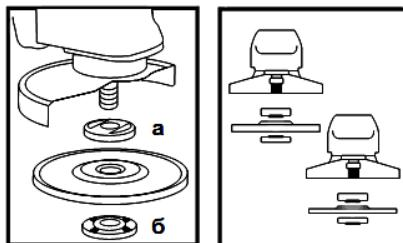

Рисунок 2
4.4 Встановіть на виріб шліфувальний або відрізний круг. Для цього натисніть на кнопку фіксації шпинделя (1) і поверніть шпиндель до такого положення, при якому він зафіксується. За допомогою вилочного ключа з комплекту виробу відверніть і зніміть затисну гайку (б) (дивіться малюнок 2). Встановіть шліфувальний диск на посадкове місце фланцевої шайби (а) (рисунок 2), наживіть рукою затисну гайку на шпиндель і затягніть її ключем з комплекту виробу.